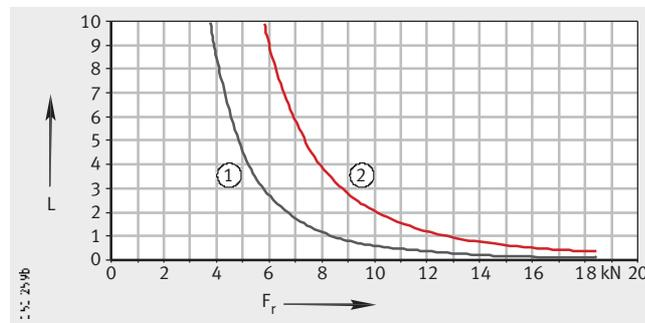

Bild 3
- Höhere nominelle Lebensdauer des Außenrings und der Gegenlaufbahn, *Bild 3*.
Stützrolle NUTR15, Gegenlaufbahn aus 42CrMo4V, Härte 350 HV, *Bild 3*.